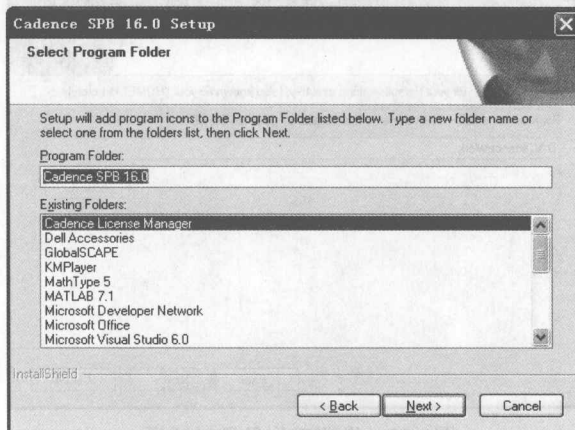

图1-23 选择程序文件夹
(19) 单击 **Next >** 按钮，选择程序文件夹，如图 1-23 所示。